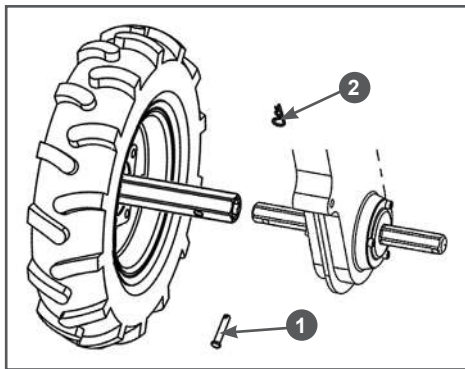

Рис. 16 Установка колес
- Установите колеса с осями в сборе на выходной вал редуктора, закрепите оси пальцами 1 и шплинтами 2 (Рис. 16).